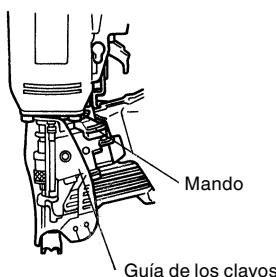

Fig. 21
- (1) Ocasionalmente limpie la parte deslizante de la perilla y luego aplique el aceite recomendado (vea la Fig. 21).